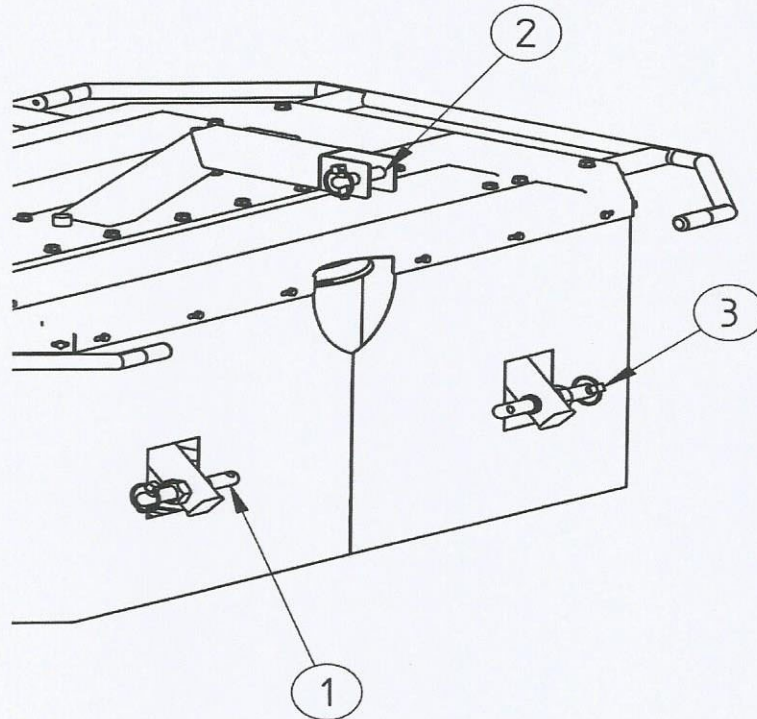

Abbildung 3. Konstruktionsrahmen des Mähers
1. Setzen Sie auf die Zapfen der Aufhängung (Abb. 3 Pos. 1) die unteren Stangen des Schleppers auf (zuerst die linke und dann die rechte Stange) und sichern Sie mit Stiften ab (Abb. 3 Pos. 3).
2. Schieben Sie das Ende der oberen Verbindung zwischen die Platten des Bügels unter Verwendung der Öffnungen ein, verbinden Sie alles mit einem Bolzen und sichern mit einem Stift ab (Abb. 3 Pos. 2).